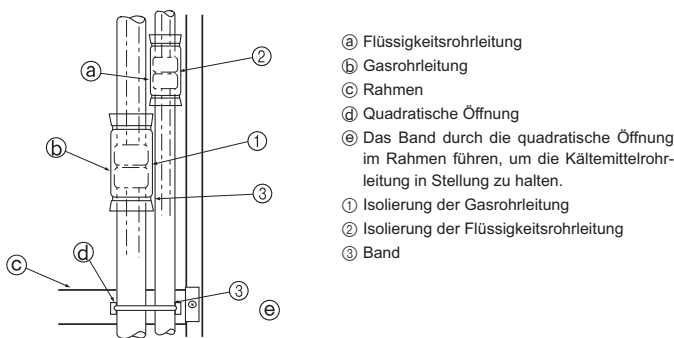

Fig. 4-5
- ① Isolierung der Gasrohrleitung
- ② Isolierung der Flüssigkeitsrohrleitung
- ③ Band
Die konischen Verbindungen ① und ② der Gas- und Kältemittelrohrleitungen vollständig isolieren. Wenn ein Teil der Verbindungen freiliegt, kann Kondenswasser heruntertropfen. (Fig. 4-5)
- Die Isolierung ① der Gasrohrleitung und die Isolierung ② der Flüssigkeitsrohrleitung an beiden Enden befestigen, so daß sie nicht verrutschen und sie aneinander ausrichten.
- Nach Anbringung der Isolierung mit einem Band ③ die Kältemittelrohrleitung am Rahmen (unterhalb des Rohrverbindungsereichs) befestigen. Dies verhindert, daß die Kältemittelrohrleitung sich vom Rahmen abhebt. (Wenn sich die Kältemittelrohrleitung vom Rahmen abhebt, kann das Gitter nicht angebracht werden.)